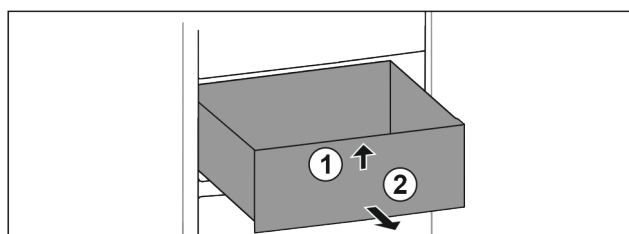

Fig. 97
- ▶ Soulever la partie avant du tiroir. Fig. 97 (1).
- ▶ Retirer le tiroir par l'avant. Fig. 97 (2)